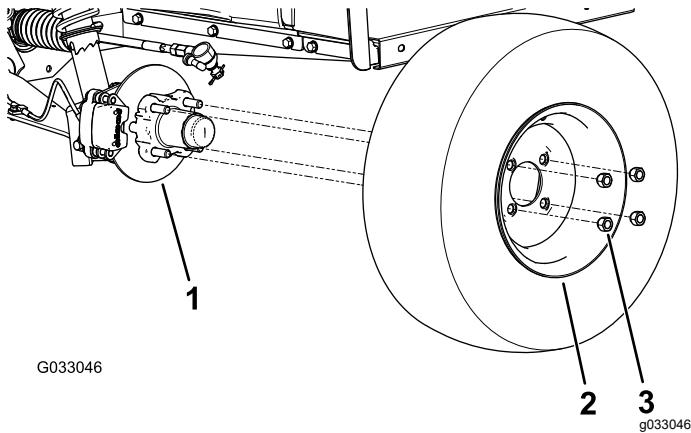

Figura 29
2. Togliete i 4 dadi a staffa che fissano la ruota al mozzo (Figura 29).
4. Allineate i fori sulla ruota ai prigionieri del mozzo e montate la ruota sul mozzo con lo stelo della valvola rivolto all'esterno (Figura 29).
5. Fissate la ruota al mozzo utilizzando i dadi per le ruote (Figura 29).